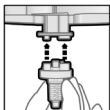

Fig. 2
3. Coloque una de las puntas de mezcla Dynamix adjuntas sobre los orificios de salida del cartucho (Fig. 2)